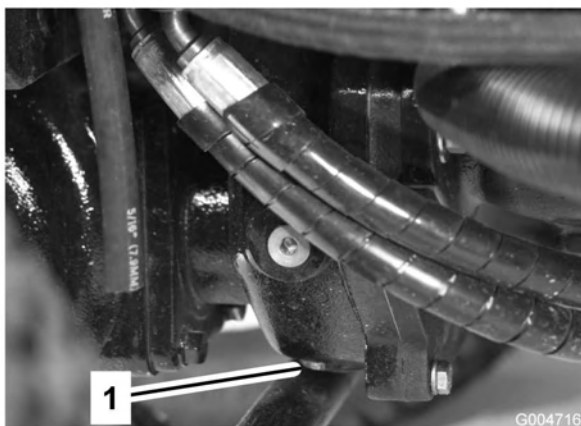

Figure 60
5. Nettoyez la surface autour du bouchon de vidange au bas du boîtier d'engrenages (Figure 60).